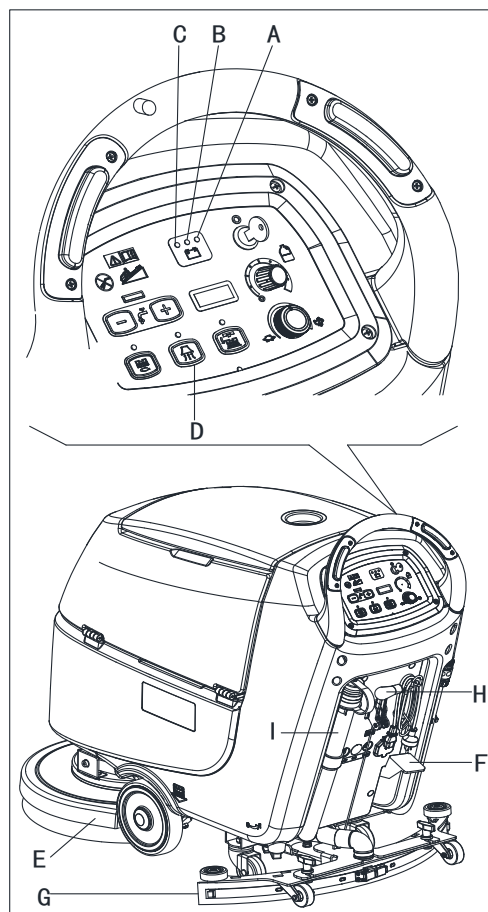
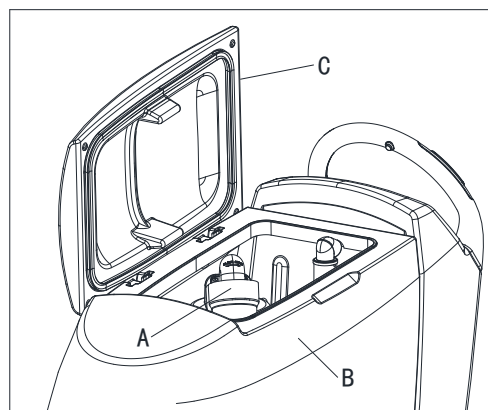

Рисунок 8
Рисунок 9
Автоматическая плавающая система выключения (А, Рис. 9) блокирует вакуумную систему, когда бак утилизации (В) полон. Дезактивизация вакуумной системы сигнализируется внезапным увеличением частоты шума двигателя вакуумной системы, а также пол не высыхает.
Если вакуумная система выключилась случайно (например, когда поплавок активируется из-за внезапного движения машины), для возобновления работы: выключите вакуумную систему, нажав на переключатель (D, Рис. 8), затем откройте крышку (C, Рис. 9) и проверьте и убедитесь, что поплавок внутри решетки (A) находится ниже уровня воды. Затем закройте крышку (C) и включите вакуумную систему, нажав на переключатель (D, Рис. 8).
Когда бак утилизации (В, Рис. 9) полон, слейте его в соответствии со следующей процедурой.
2. Поднимите настил щетки/штатива подкладки (E, Рис. 8), нажав на педаль (F).
3. Поднимите швабру (G) при помощи рычага (H).
5. Слейте бак утилизации при помощи шланга (I). Затем промойте бак (В, Рис. 9) чистой водой.